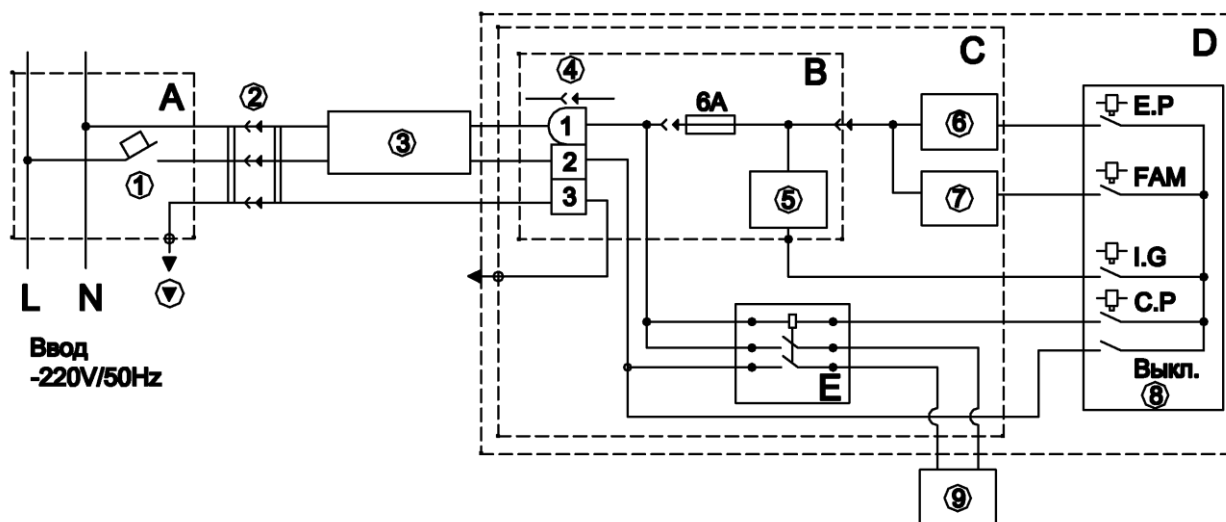
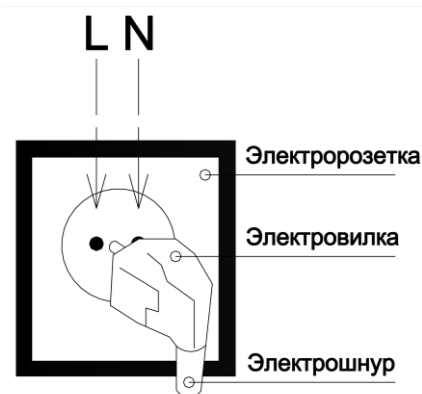

Рис. 28.
Рис. 30.
### **2. Подключение котла к электрической сети. (Рис. 28.)**
2.1. Подключение котла к электрической сети отапливаемого объекта выполняется, как показано на схеме подключения котла к электросети (см. рис. 28).
2.2. Электрическое оборудование котла должно питаться от одного источника электроэнергии и выключаться при помощи одного выключателя. Для этого, на обогреваемом объекте, электропитание котла (см. рис. 28.) выполняется от распределительного шкафа «А», и отдельного автоматического выключателя 1.
3.3. Подачу электропитания на котел выполняет электрический соединитель, состоящий из розеточной и вилочной частей, см. рис. 30. Включение/выключение электропитания автоматики котла выполняет выключатель на блоке управления. Однако, когда выключатель на блоке управления находится в положении "Выключено", электропитание продолжает обеспечивать работу узла безопасности котла.
#### 6. Порядок включения котла в электророзетку. (Рис. 30)
6.1. Коммутация проводов на электророзетке выполняется, как показано на рис. 30. Слева от лицевой стороны электророзетки к контактному винту подключается фазовый провод «L», справа к контактному винту подключается нулевой провод «N».
В комплекте котла поставляется электрошнур с электровилкой с зануляющим контактом с одной стороны и с разъемным соединением 3 PIN с другой стороны. Контакт "2" разъемного соединения 3 PIN (см. поз.4 на «Схеме подключения котла к электрической сети», рис. 28) через питающий провод соединяется с штифтом «L» электровилки (см. рис. 30.). Штифт «L» электровилки соединяется с гнездом «L» электророзетки.